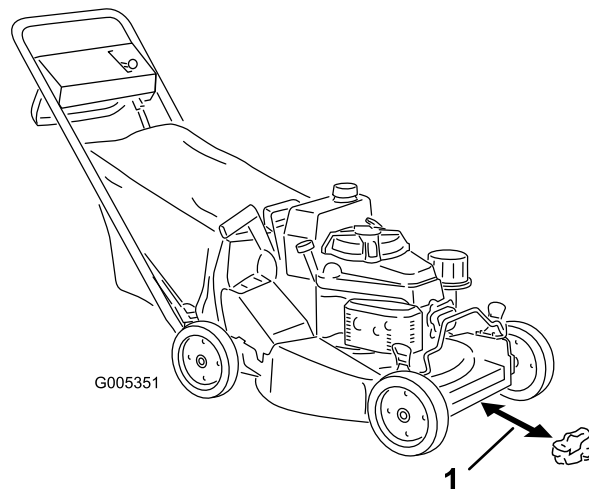
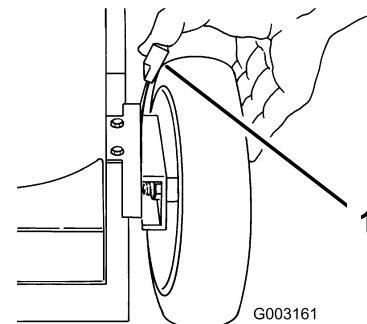

Figura 16
Figura 21
3. Ajuste las cuatro ruedas a la altura de corte de 64 mm (2-1/2 pulg.) (Figura 21).
4. Mueva el control de velocidad sobre el terreno a la posición de Punto muerto (N).
5. Tome media página de periódico y haga una bola con ella que sea lo suficientemente pequeña como para pasar por debajo de la plataforma (unas 76 mm o 3 pulg. de diámetro), según muestra Figura 16.
6. Coloque la bola de papel de periódico a unas 13 cm (5 pulg.) por delante del cortacésped (Figura 16).
- A. Coloque la bola de papel de periódico a unas 13 cm (5 pulg.) por delante del cortacésped (Figura 16).
1. Tire de la palanca de ajuste de la altura de la rueda hacia la rueda (Figura 21) y muévala a la posición deseada.